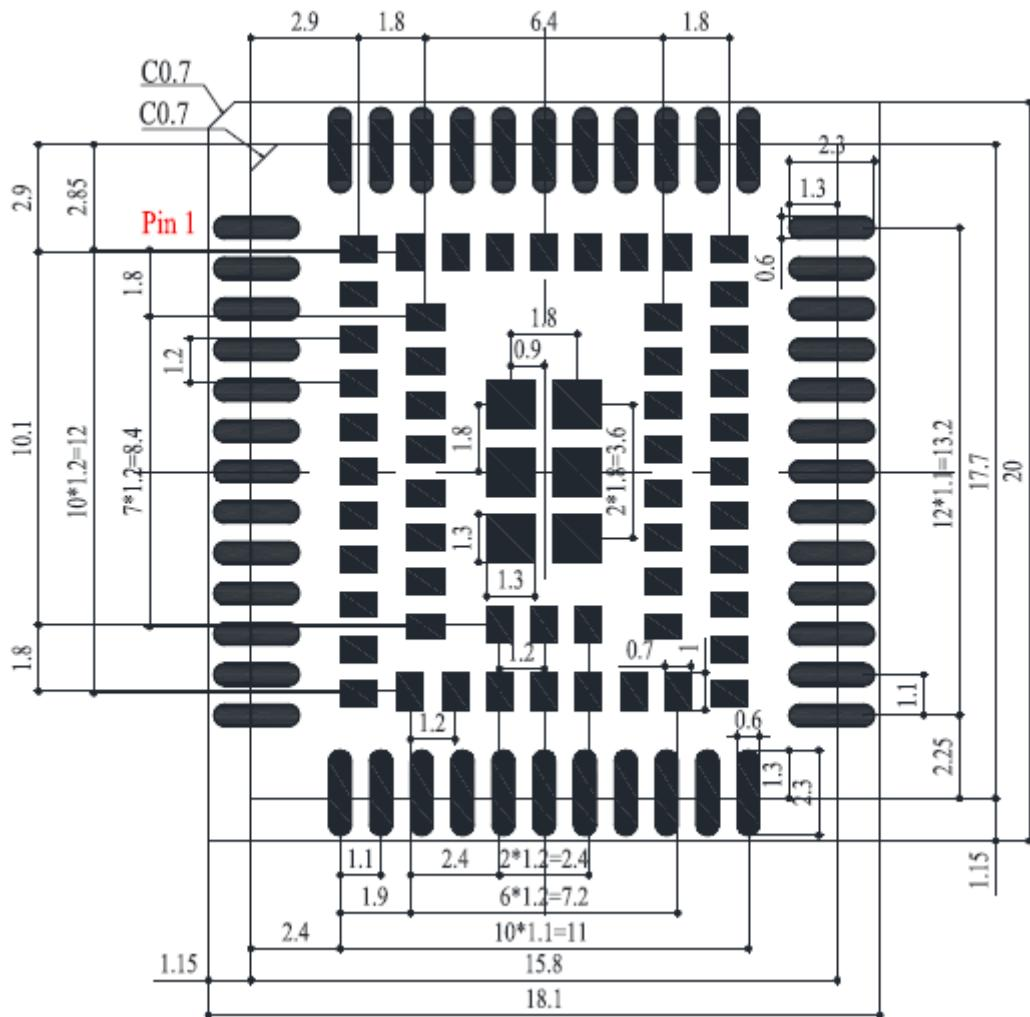

图 45: EC800M-CN 推荐封装 (单位: mm)
2. 如考虑 EC800M-CN 和 EG810M-CN 模块之间的兼容设计, 兼容封装设计请参考 图 45, 须使用各自模块的钢网设计, 钢网具体设计请参考 [文档 \[11\]](#)。